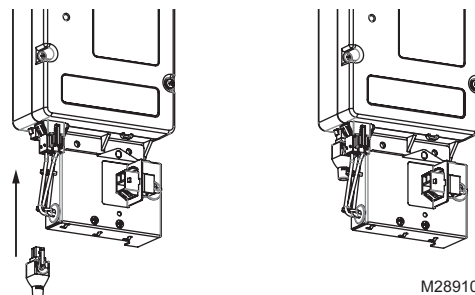
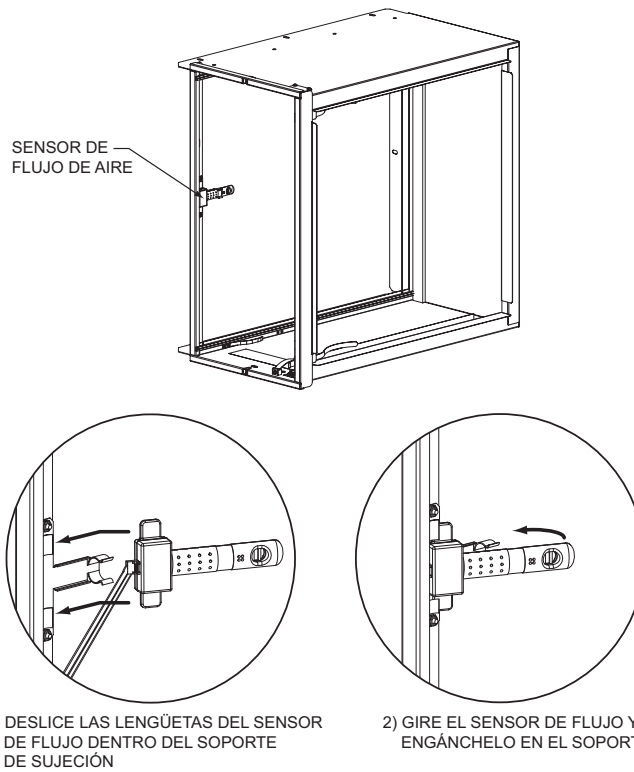

Fig. 12. Enchufe del puente de derivación del sensor de flujo de aire instalado.
Fig. 14. Instalación del interruptor de flujo de aire.
**NOTA:** el limpiador de aire mejorado Honeywell deberá ser encendido únicamente cuando haya flujo de aire. El interruptor de flujo de aire viene instalado de fábrica. Consulte la Fig. 1 en la página 4 y la Fig. 14 en la página 16. Para derivar el sensor de flujo de aire para localizar y solucionar problemas, utilice el enchufe del puente de derivación especial (ver Fig. 12) incluido en la bolsa de piezas. Con el puente de derivación ya en su lugar, el limpiador de aire quedará encendido siempre que esté conectado al suministro de electricidad. El puente de derivación no está diseñado para ser utilizado en un funcionamiento normal.